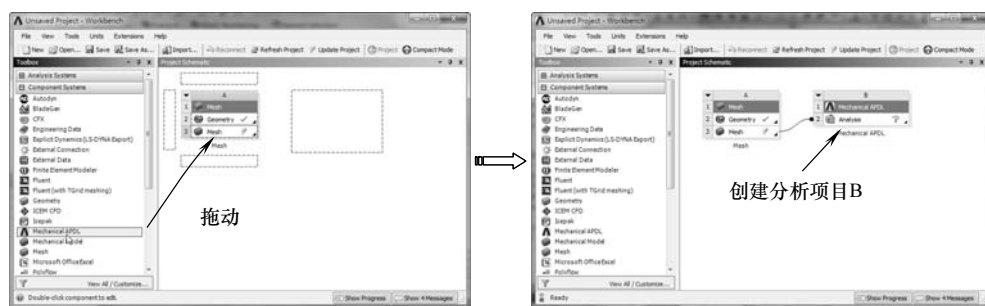

图 4-23 创建分析项目 B
1) 启动 ANSYS Workbench，在【Toolbox (工具箱)】中【Component Systems】下的【Mechanical APDL】选项上按住鼠标左键，拖动到【Project Schematic (项目管理区)】分析项目 A 中的 A3 上，当 A3 呈红色高亮显示时，释放鼠标创建分析项目 B，如图 4-23 所示。